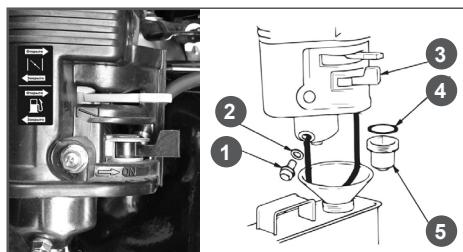

Рис.24 Обслуживание
1. Установите рычаг топливного крана в положение «ЗАКРЫТО» (Рис. 24).